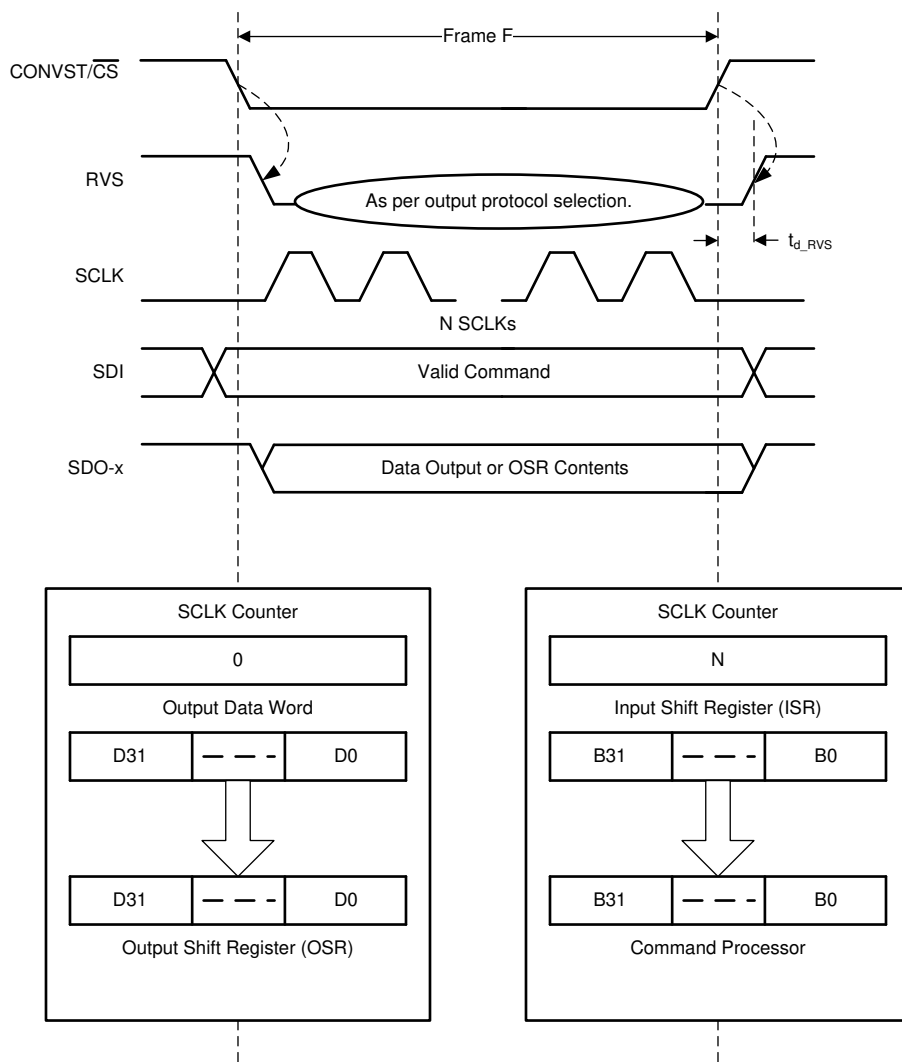

图 6-25. 数据传输帧
器件和主机控制器之间的数据传输帧从  $\text{CONVST}/\overline{\text{CS}}$  引脚的下降沿开始。当器件在随后的上升沿开始转换时，此帧结束。主机控制器通过在  $\text{CONV}$  阶段结束后将  $\text{CONVST}/\overline{\text{CS}}$  信号拉至低电平（图 6-25）来启动数据传输帧。CONV 状态 部分说明了此过程。
- 器件控制数据总线。如图 6-25 所示，输出数据字的内容加载到 32 位输出移位寄存器 (OSR) 中。
- 如图 6-25 所示，输入移位寄存器的内容传输至命令处理器以进行解码和进一步操作。